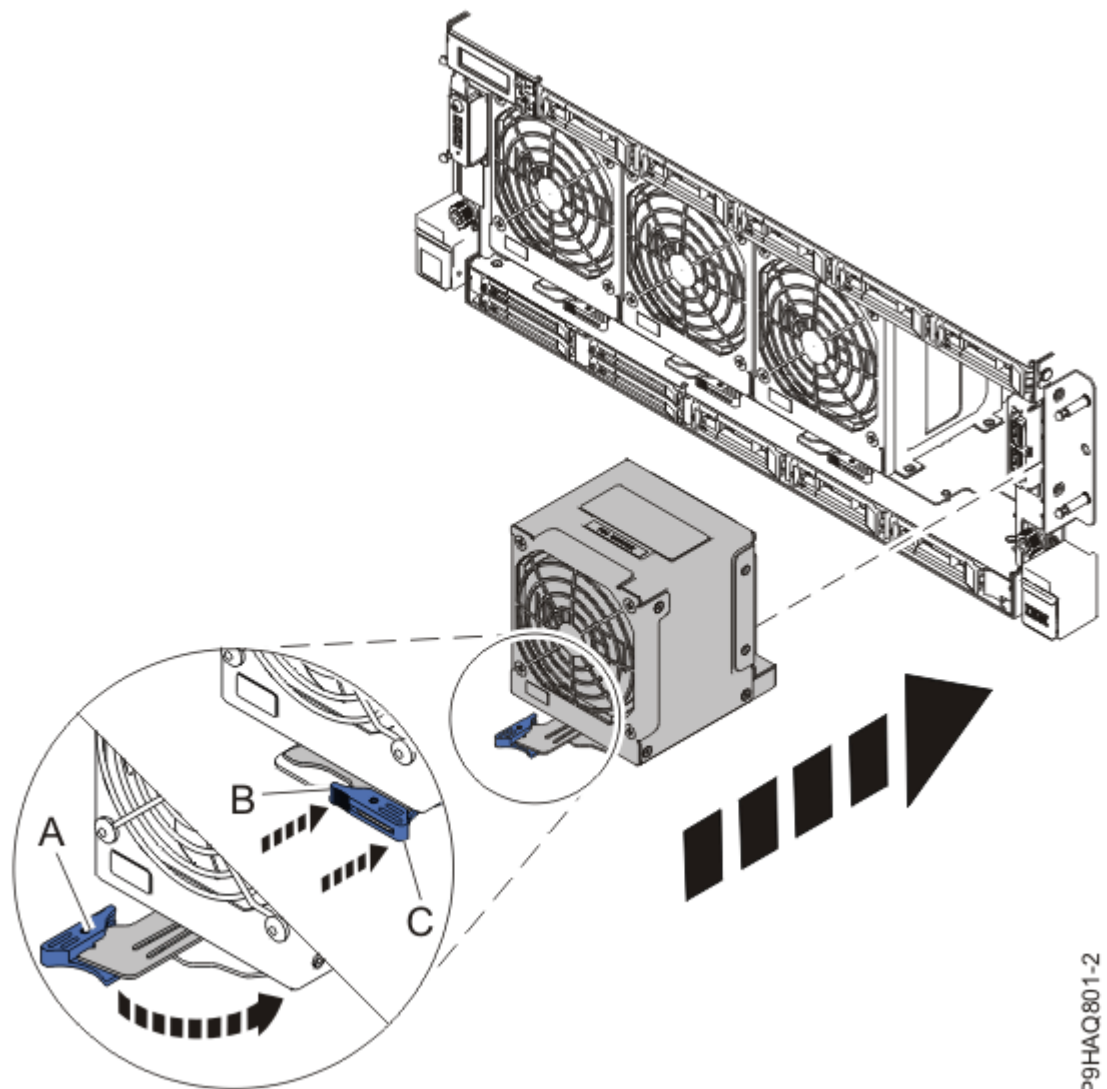

Figura 21: Sustitución de un ventilador frontal
1. Sitúese en la parte frontal del bastidor. Asegúrese de que el asa del ventilador (**A**) se haya girado a la posición de abierto en la dirección que se muestra en la Figura 21 en la página 23.
3. Haga girar el asa del ventilador (**A**) en la dirección que se muestra y, a continuación, presione el asa del ventilador hasta que el pestillo encaje en su sitio. Consulte la Figura 21 en la página 23.